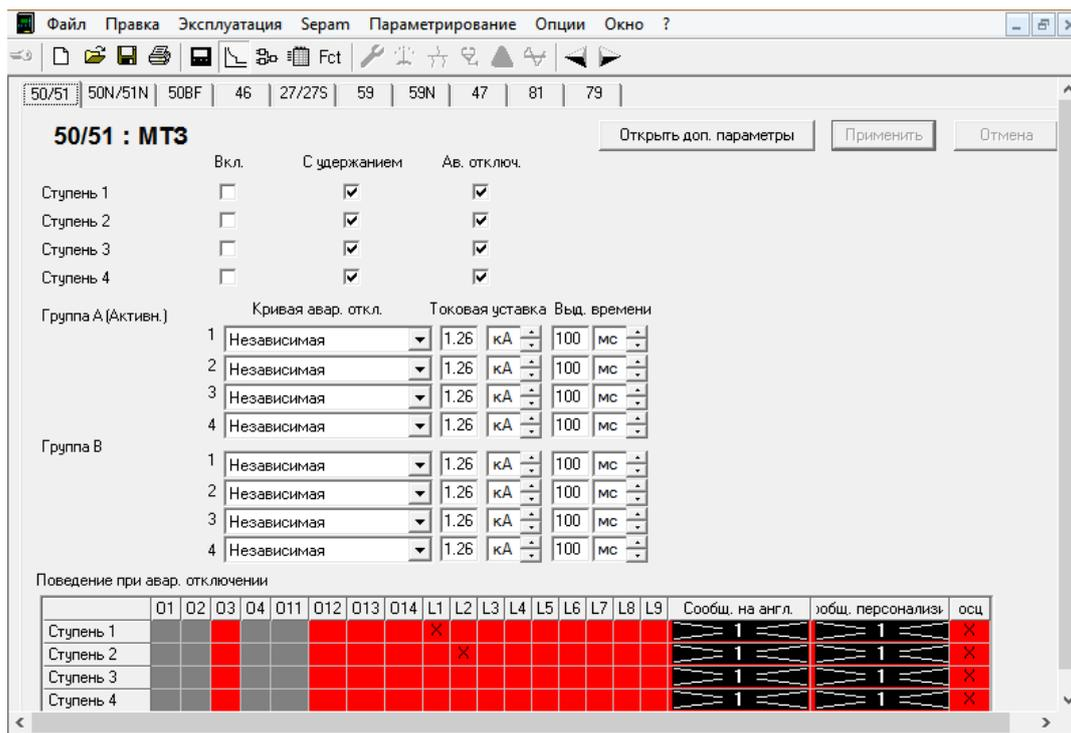

Рис. 5.8. Окно настройки МТЗ
- Четыре ступени токовой защиты от междуфазных КЗ с регулируемым временем возврата, с переключением активных групп уставок и логической селективностью – 50/51 (рис. 5.8).
На экране (рис. 5.8):